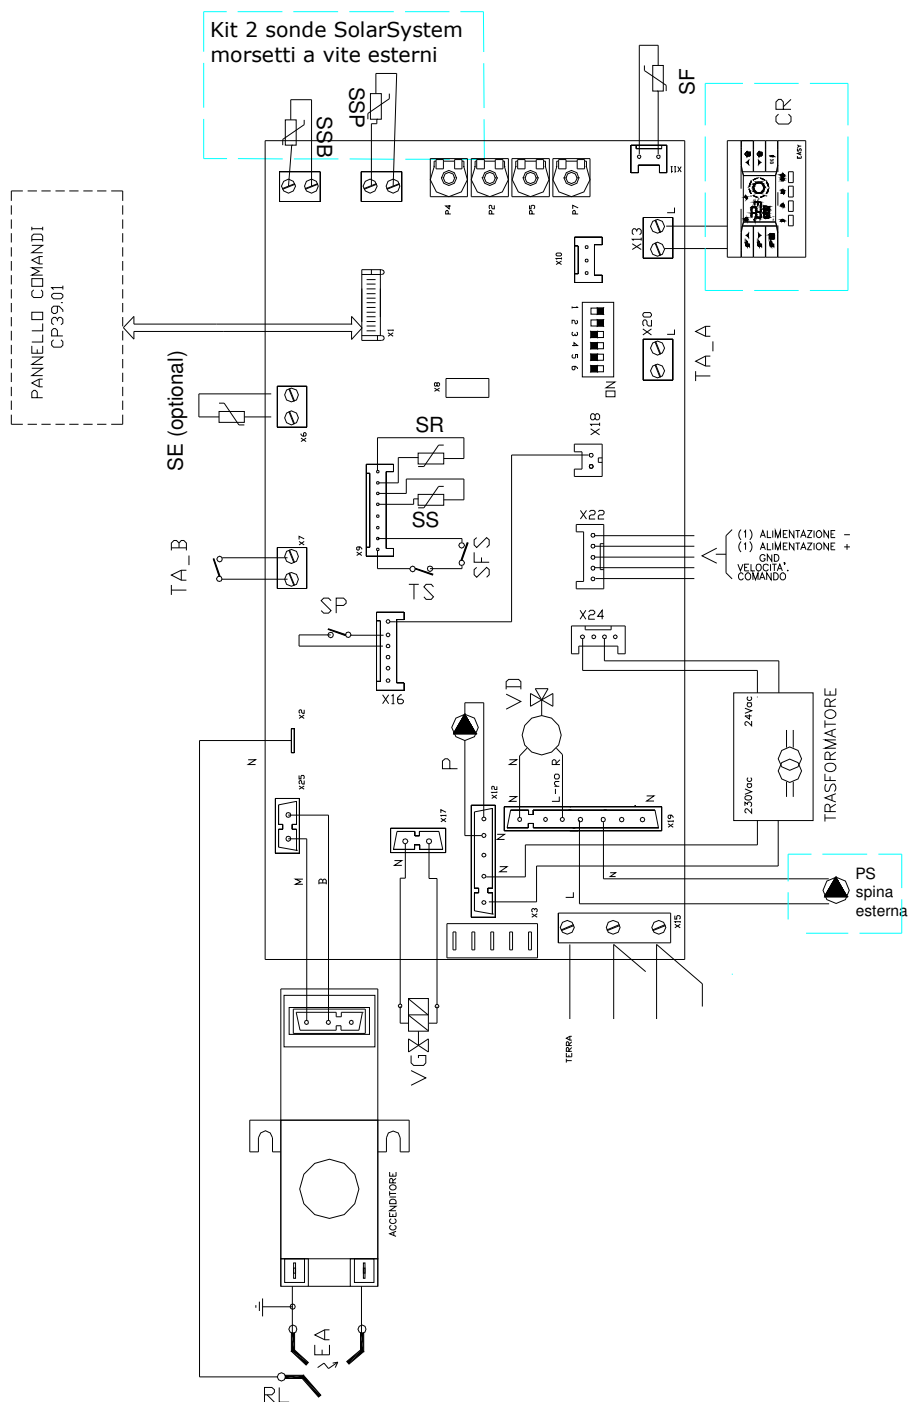

Fig. 4
- **Dip-switch:** nella scheda (vedere fig. 4) sono presenti 6 dip-switch il cui spostamento permette diverse opzioni di funzionamento che vengono sotto riportate:
**Termostato Ambiente On/Off:** effettuare il collegamento ai morsetti TA\_A e/o TA\_B della scheda (fig.4) verificando che non vi sia tensione ai capi dei fili provenienti dall'impianto (contatto pulito). Altre informazioni sul funzionamento del sistema alta/bassa temperatura sono inserite al capitolo 2.8
**Sonda Esterna:** è collegabile direttamente all'impianto elettrico della caldaia (morsetti SE fig. 4) e consente di adeguare automaticamente la temperatura massima di mandata all'impianto, al variare della temperatura esterna. Quando la si collega deve anche essere variata la posizione del Dip-Switch num. 3. Dalla posizione OFF lo si porta alla posizione ON.
La correlazione fra temperatura di mandata TM all'impianto e temperatura esterna TE è determinata dalla posizione del trimmer P7 presente in scheda (vedere fig.4) secondo le curve riportate al paragrafo 1.2. Per maggiore comodità è possibile anche agire sul potenziometro del riscaldamento, in questo modo si ha la possibilità di regolare  $\pm 5^{\circ}\text{C}$  la temperatura di mandata mantenendo la pendenza della curva regolata sul trimmer P7 come esemplificato in cap. 1. Ruotando la manopola completamente in senso orario al massimo si avrà un innalzamento di temperatura di  $25^{\circ}\text{C}$ . Ciò potrà risultare utile nelle mezze stagioni quando la temperatura esterna è alta e la temperatura di mandata caldaia troppo bassa per riscaldare l'abitazione.
Assicurarsi che i fili di collegamento che vanno dalla caldaia al CR siano privi di tensione (pena il danneggiamento della scheda elettronica della caldaia), e che **non sia presente il ponte tra i contatti TA\_A e TA\_B** (fig. 4) per i termostati ambiente.
**Il comando remoto** con impianti misti come sopra descritto deve essere opportunamente configurato in scheda elettronica. Ciò si attua impostando il "dip-switch num. 4" su ON (ved. Fig. 4 Pag. 12), consentendo il controllo della temperatura del sanitario e lo sblocco di caldaia (non più di cinque tentativi, dopo sarà necessario lo sblocco da caldaia) ma perdendo la funzione di cronotermostato che sarà attuata dai termostati di zona.